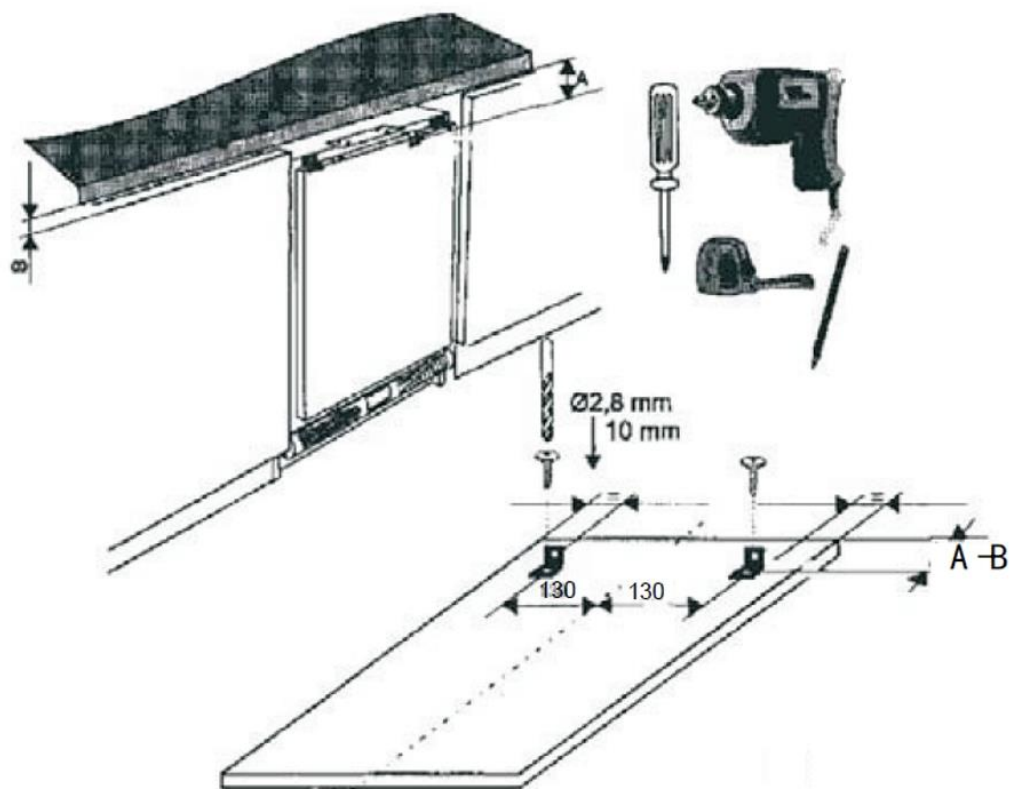

Abb. 4
1. Die oberen Befestigungsflansche aus der Gerätetür entfernen (Abb. 4).